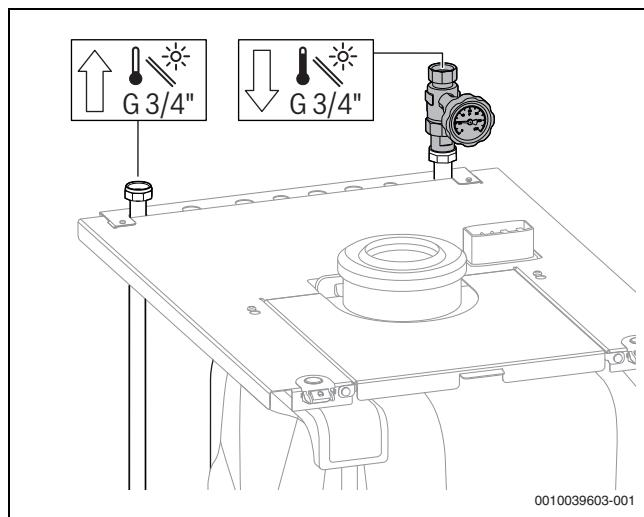

Bild 191 Wartungshahn am Solar-Vorlaufrohr
- Wartungshahn am Solar-Vorlaufrohr (→ Bild 191) und Einstellhahn des Solar-Durchflussbegrenzers (→ Bild 190, [8], Seite 93) schließen.